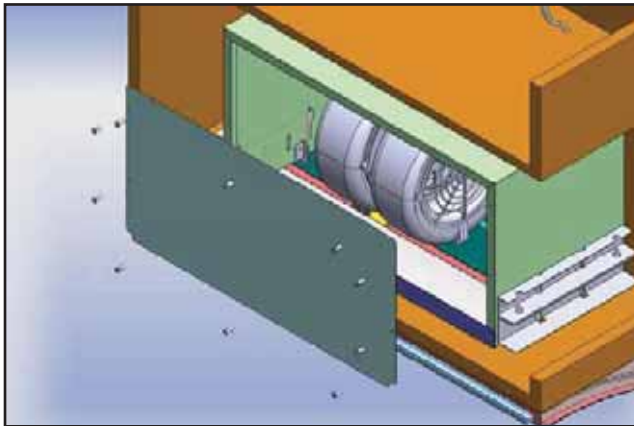

Fig.3
2) Dévissez les (10) vis du panneau avant et laissez le panneau de côté, Fig.3. Vous aurez maintenant accès à l'intérieur de la hotte.